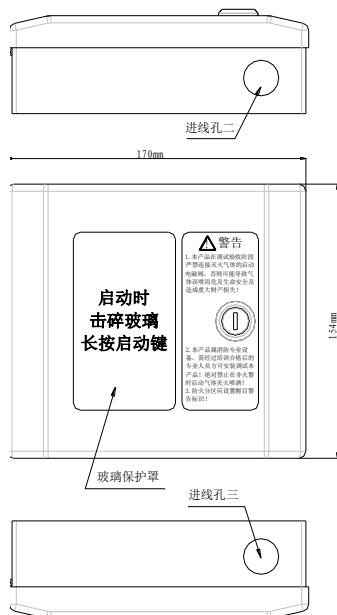
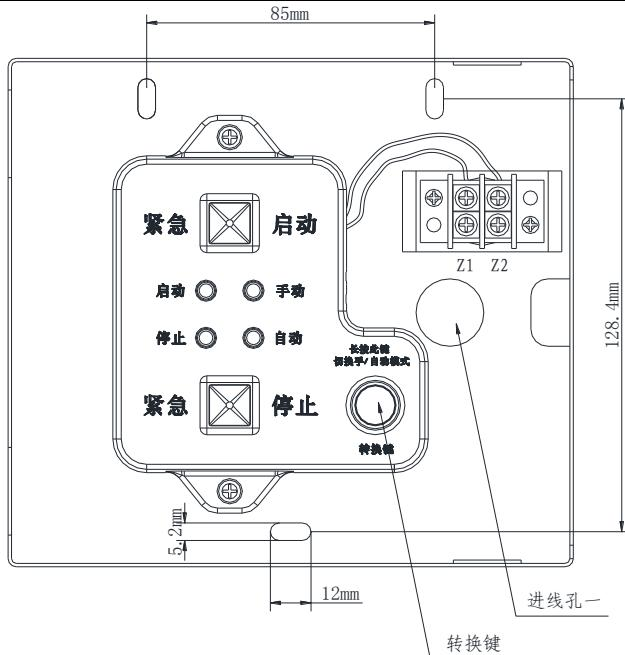

图 1
图 2
- 1、紧急启停按钮的外形示意图如图 1 所示, 内部示意图如图 2 所示。
- 2、紧急启停按钮采用壁挂式安装，安装孔位置和安装孔距如图 2 所示。
- 3、为方便现场安装，紧急启停按钮提供两种进线方式，可根据现场具体应用选用合适的进线方式。方式一：总线从进线孔一进入紧急启停按钮内部（需将挡片除去），接到端子 Z1、Z2 上，如图 2 所示；方式二：总线通过进线管从进线孔二或进线孔三进入到紧急启停按钮内部（需将挡片除去），连接到 Z1、Z2 上，如图 1 所示。